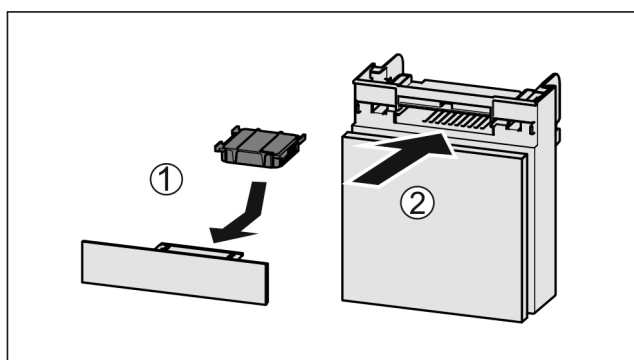

Fig. 239
- Aktivkohlefilter nach Abbildung einsetzen Fig. 239 (1).
- Fach einschieben Fig. 239 (2).